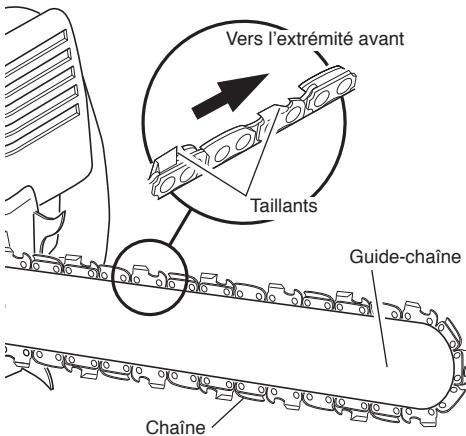

Figure 22 - Orientation appropriée de la chaîne
3. Faire passer la chaîne autour du pignon, dans la rainure supérieure du guide-chaîne, puis autour de l'extrémité de ce dernier (voir la Figure 22). *Note : S'assurer que les taillants de la chaîne sont orientés dans la direction appropriée. Placer la chaîne de sorte que les taillants sur le dessus du guide-chaîne pointent en direction de l'extrémité avant du guide-chaîne (voir la Figure 22 ainsi que l'indicateur sur le couvercle latéral de la tronçonneuse).*